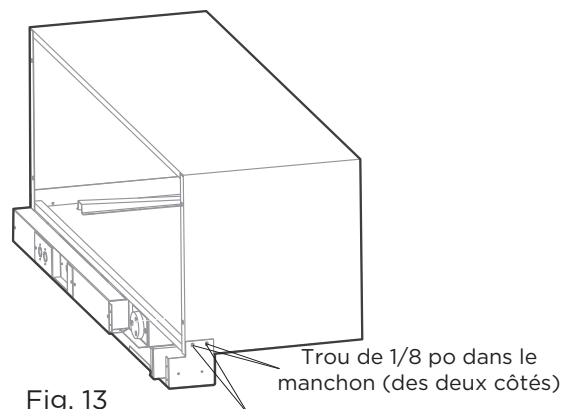

Fig. 13
- Percez quatre trous de 1/8 po dans le manchon pour vous aligner avec les trous du manchon mural dans la base secondaire comme indiqué ci-dessous. (Voir Fig 13)